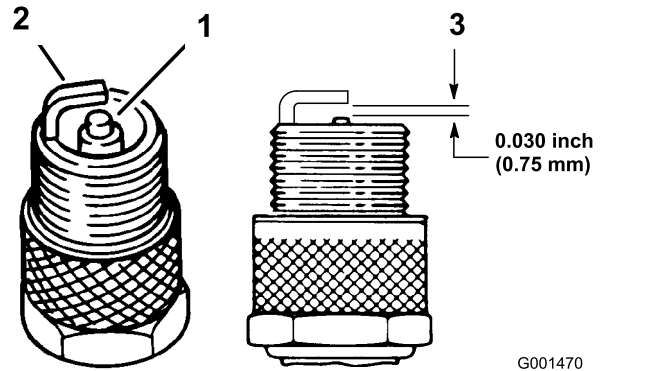

图 23
1. 查看火花塞的中心图 23。如果您看到绝缘体上有浅棕色或浅灰色涂层说明发动机运行正常。如果绝缘体上的涂层是黑色的通常意味着空气滤清器已变脏。
2. 检查中心电极与侧电极之间的空隙图 23。如果空隙不正确请弯转侧电极图 23。
3. 将电线连接到火花塞上图 23。